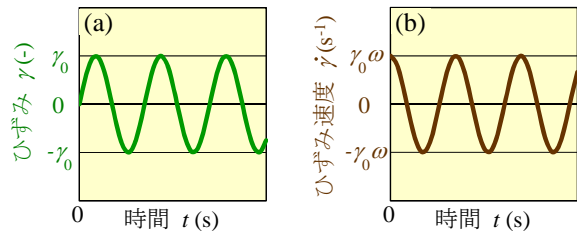

図4 動的ひずみにおける (a)ひずみと時間の関係、(b)ひずみ速度と時間の関係
ひずみについて述べます。なお、通常の破壊試験 (引張り試験、曲げ試験等) において、「動的」という用語は「高速変形」を意味しますが、レオロジーにおける「動的ひずみ」とは、図 4 (a)および式⑥に示すような、正弦波 (sin 波) 状のひずみを繰り返し与えることを指します。式⑥において、 γ_0 はひずみ振幅 (無単位) であり、 ω は角振動数 (単位: s⁻¹) です。
また、式⑤および⑥より、動的ひずみにおけるひずみ速度は、式⑦および図 4 (b)のように表すことができます。従って、正弦波状のひずみを与えた時、ひずみ速度は余弦波 (cos 波) 状になります。